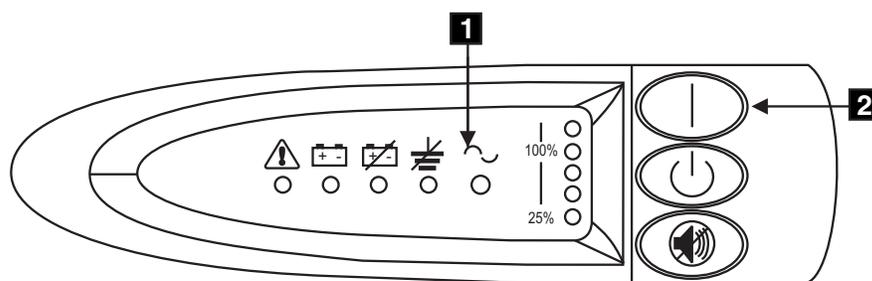

図 123. 無停電電源装置の電源スイッチおよびインディケータ
10. 無停電電源装置が自己診断テストを実行する間、すべてのフロント・パネル・インディケータ (図 123 を参照) が短時間明滅します。テストが完了すると、モード・インディケータ **1** (図 123) が明滅して、無停電電源装置が待機モードになったことを示します。
無停電電源装置のピープ音 (約 1 秒) が聞こえるまで、無停電電源装置のオン・スイッチ **2** (図 123) を押し続けます。モード・インディケータが明滅を停止し、負荷レベル・インディケータが、無停電電源装置から供給されている負荷のパーセントを表示します。無停電電源装置はこれで通常モードになり、そのバッテリーを充電します。